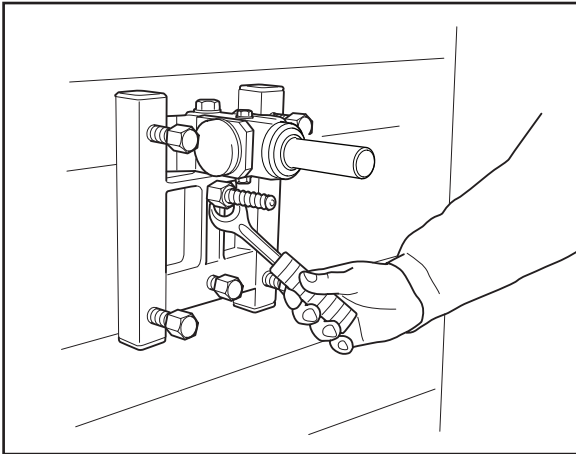

Fig.8
1. Perforar un agujero (15 mm) en la pared y golpear el tornillo de expansión. Atornillar la placa base GB 40 AT con una llave de 24 mm (fig.8).
1. Abrir um furo (15 mm) na parede e aplicar o parafuso de expansão. Aparafusar a placa base GB 40 AT com a chave de 24 mm (Fig. 8).
1. Drill a hole (15 mm) in the wall and knock in the expander bolt. Bolt down the base plate GB 40 AT, use a 24 mm spanner (Fig.8).